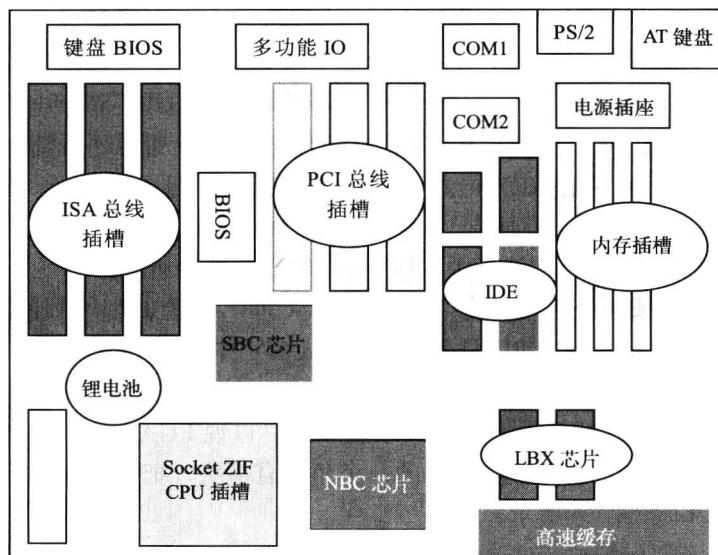

图 1.4 AT 主板结构示意图
1) AT 结构。AT 主板最初应用于 IBM PC/AT 机上，并且因此而得名，AT 主板使用 AT 电源，目前只有极少数低价主板采用这种结构。AT 主板结构示意图参见图 1.4。